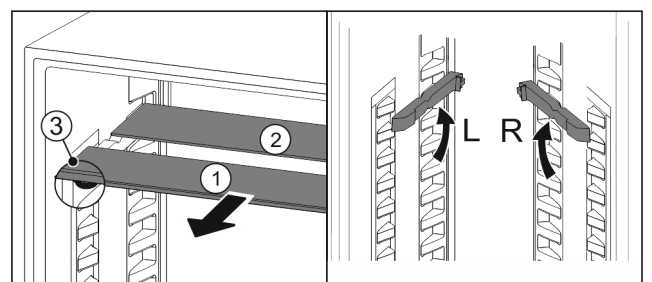

Fig. 37
- Glasplatten einzeln nach vorne herausziehen Fig. 37 (1).
- ▷ Glasplatte Fig. 37 (1) mit Zierleiste liegt vorne.
- ▷ Stopps Fig. 37 (3) zeigen nach unten.